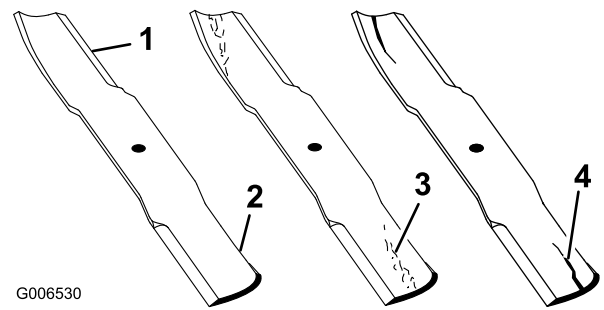

Bild 79
1. Untersuchen Sie die Schnittkanten (Bild 79). Entfernen und schärfen Sie die Messer, wenn die Schnittkanten nicht scharf sind oder Auskerbungen aufweisen. Siehe „Schärfen der Messer“.
2. Prüfen Sie die Schnittmesser, insbesondere den gebogenen Bereich (Bild 79). Wenn Sie Schäden, Verschleiß oder Rillenbildung in diesem Bereich feststellen (Bild 79), sollten Sie sofort ein neues Schnittmesser einbauen.